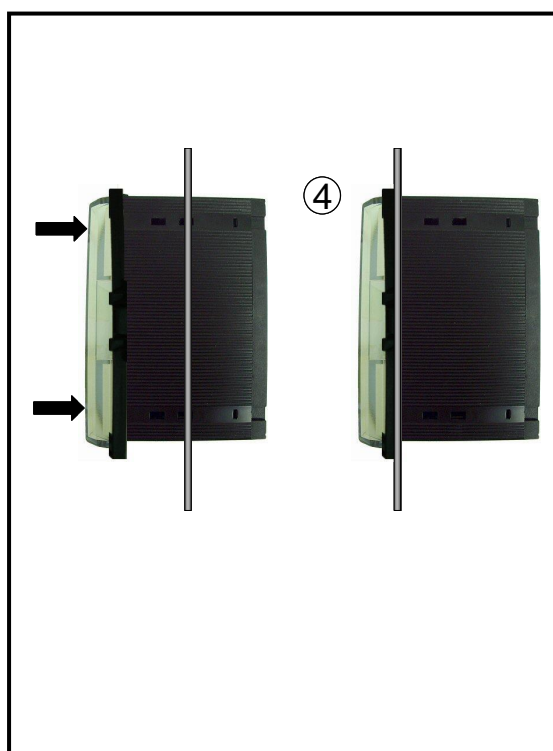

Fig. 3.4 – Inserimento UCE40... a quadro
4. inserire nello scasso l'unità centrale e spingerla dall'esterno verso l'interno fino a battuta (Fig. 3.4)
5. Inserire i morsetti nelle apposite asole laterali presenti sulla fiancata dell'apparecchio (Fig. 3.4)
6. spingere i morsetti verso la parte posteriore della custodia fino ad incastrare gli appositi agganci sulla fiancata della custodia (Fig. 3.4)